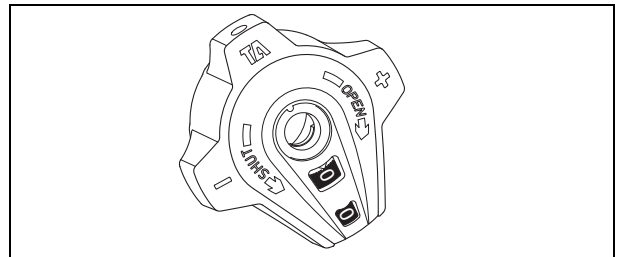

Fig. 15-25 : Vanne fermée 0,0
- A. Fermer complètement la vanne 0,0 ("Fig. 15-25 :").